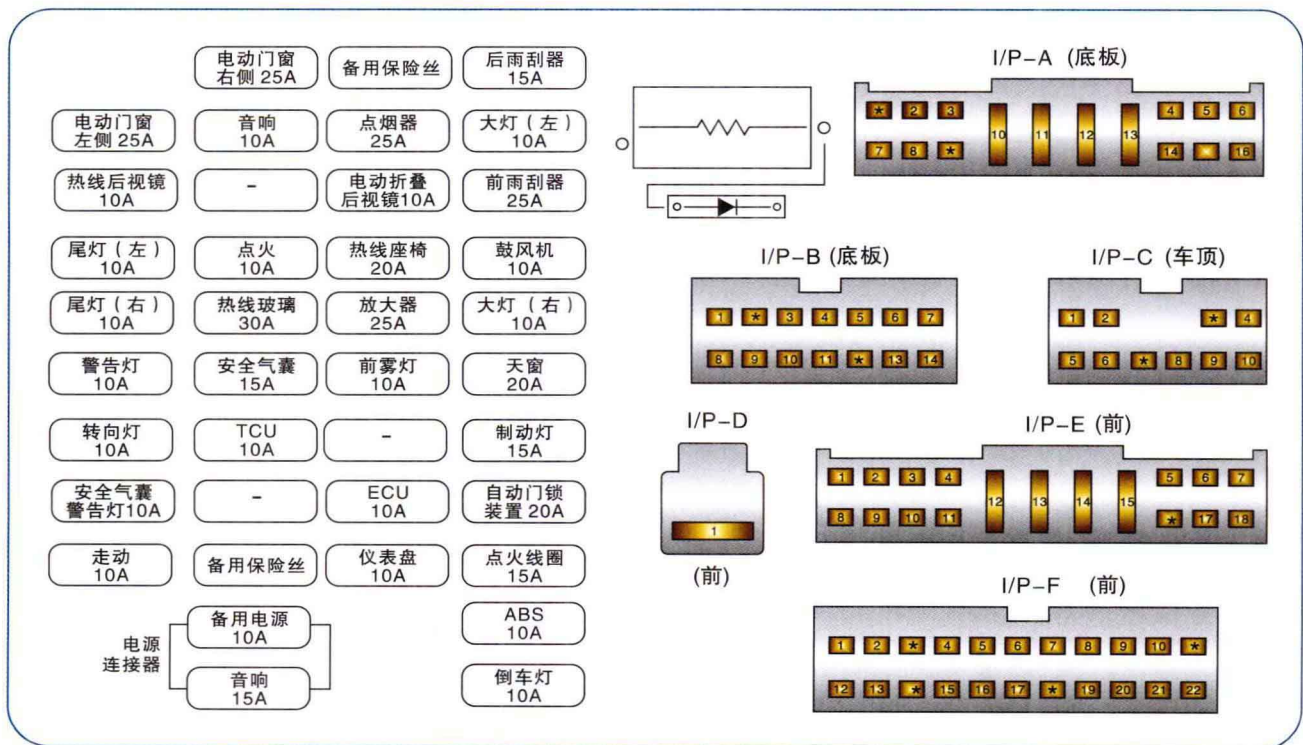
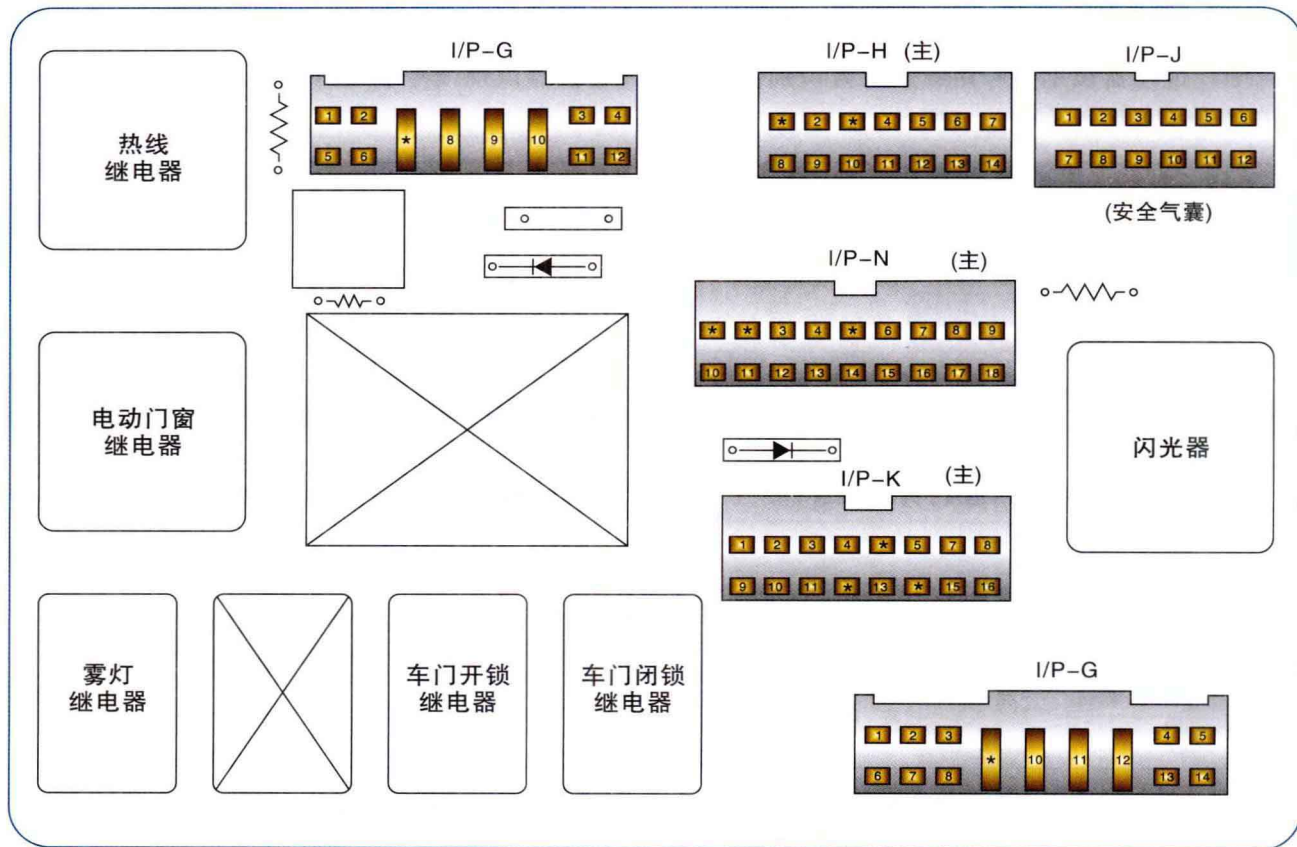

图1-10 保险丝与继电器室内接线盒(前)
图1-11 保险丝与继电器室内接线盒(后)
(4) 保险丝及继电器室内接线盒形状见图1-10和图1-11